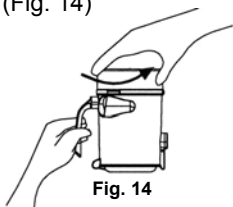

Fig. 14
1. Para sacar el conjunto de filtros, sostenga el contenedor con una mano mientras que con la otra gira la tapa contra el sentido del reloj y la saca. (Fig. 14)